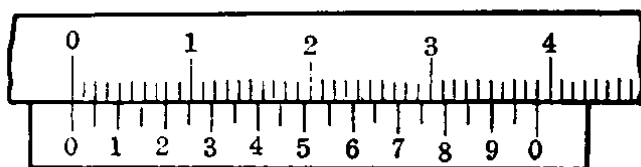

图 1-7 0.05 毫米游标卡尺的刻线原理
(2) 精度为 0.05 毫米的游标卡尺 这种游标卡尺的主尺每小格为 1 毫米, 每大格为 10 毫米。副尺每小格为 1.95 毫米。主尺两小格与副尺一小格之差是 $2 \text{ 毫米} - 1.95 \text{ 毫米} = 0.05 \text{ 毫米}$, 如图 1-7 所示。